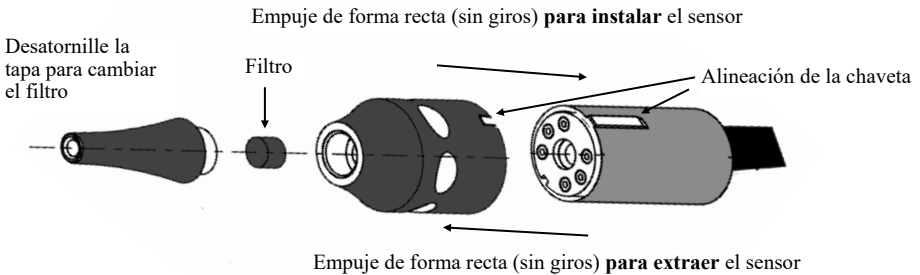

Figura 2
**Reemplazo del sensor:** extraiga el sensor retirándolo del enchufe. Instale el nuevo sensor alineando la muesca en la tapa del sensor con la chaveta en el enchufe del sensor levantada (véase Figura 2).